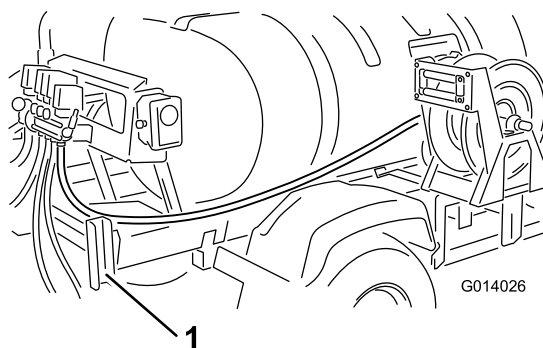

Figure 12
7. Acheminez le flexible autour du bâti de montage jusqu'à la vanne de dévidoir posée précédemment (Figure 12).
6. Acheminez le flexible vers l'arrière, le long du bâti du patin de cuve, à l'intérieur de l'aile arrière droite dans le profilé de soutien de rampe (Figure 12).